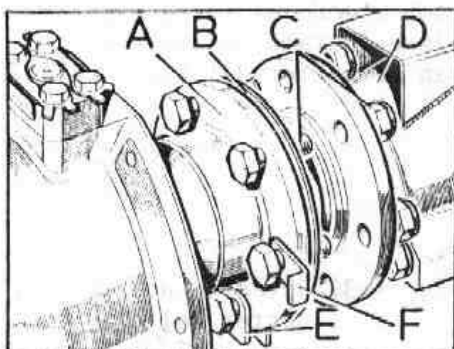

Fig. F-29 Posición relativa del cárter del pivote respecto al eje
- 1.3. Soltar los tornillos, C (Fig. F-29), de la fijación del cárter del pivote, A, al del eje, D, teniendo en cuenta la placa tope de la dirección
- 2.5. El conjunto del cárter del pivote, A (Fig. F-29) y el buje se acoplará al cárter del eje, D, asegurándose de que engranan correctamente las estrías del semieje con las del planetario del diferencial.